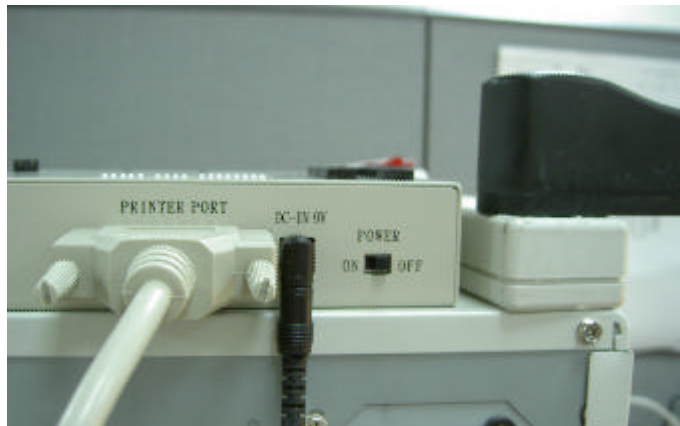

Figure 2
3.3 Step3：將 ICE 插上 DC Adaptor 如 Figure 2.